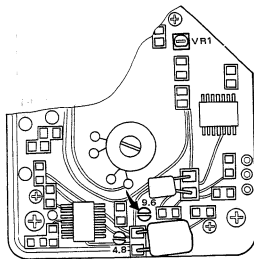

Fig. 4-10
CAUTION: After replacement of the capstan motor assembly, be sure to short-circuit (by soldering) the points on the assembly shown by the arrow in Fig. 4-10. Otherwise, correct tape speed adjustments are not ensured.
5. Play the middle portion of the test tape, and adjust semi-fixed resistor VR1 on the capstan motor assembly (Fig. 4-10) until the counter reads $3000 \text{ Hz} \pm 5 \text{ Hz}$.
注意：キャプスタン・モータ ASS'Y を交換した場合は、キャプスタン・モータ ASS'Y の基板上、図4-10の矢印で示した場所を半田ショートして下さい。この場所がショートされていないと正常なテープ・スピードが得られません。
5. テスト・テープの中間部を再生させて、テープ速度が $3000 \text{ Hz} \pm 5 \text{ Hz}$ になるようにキャプスタン・モータ ASS'Y の半固定抵抗 VR1 (図4-10) を調整する。